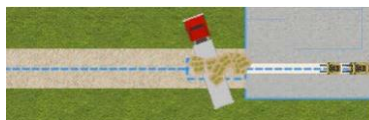

Рисунок 13.12 – Помилка у вирівнюванні вантажівки
21. Якщо вантажівка вирівняна неправильно (рис. 13.12), для корекції потрібно виконати такі дії (рис. 13.12):